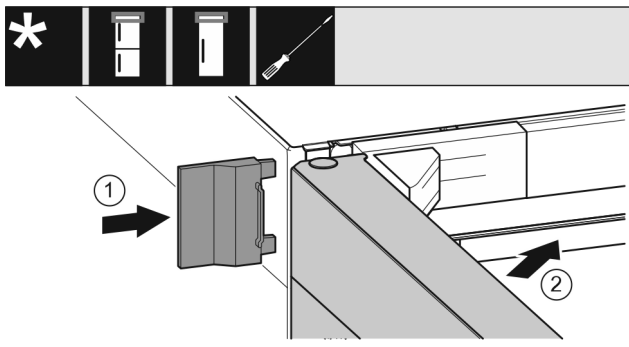

Fig. 21
- ▶ Äußere Abdeckung Fig. 21 (1) aufschieben.
- ▶ Obere Tür Fig. 21 (2) schließen.